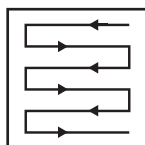

Fig. 19
5. Corte em linhas com ligeira sobreposição. O padrão mais eficaz para cortar relva é em linhas retas ao longo de um dos lados. Isso mantém as linhas uniformes e garante que o corte é realizado em todo o relvado, sem falhar zonas (Fig. 19).